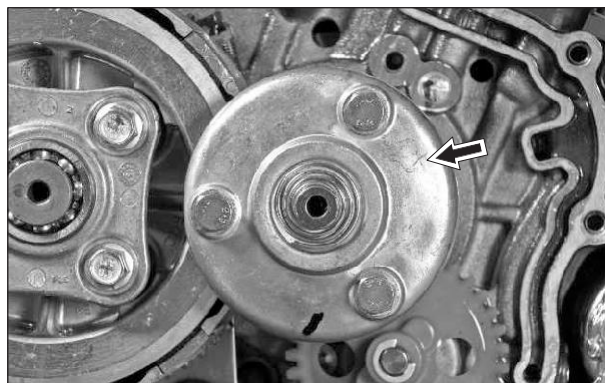

Fig.4.34
- El filtro centrífugo está montado sobre el eje del cigüeñal. (Fig. 4.34)